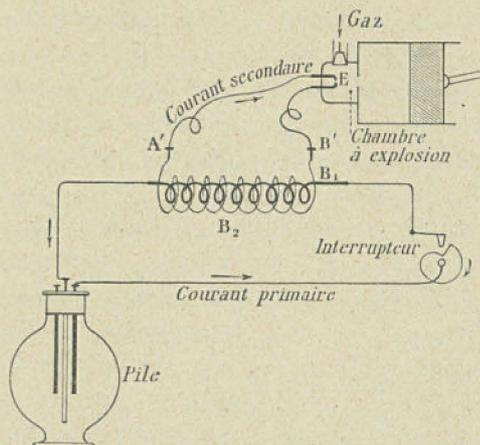

Fig. 42. — Principe de l'étincelle d'induction.
**Principe.** — Faisons passer le courant d'une pile ou d'un accumulateur dans une bobine à gros fil  $B_1$  (fig. 42) ; si nous interrompons ce courant par un procédé quelconque, une came par exemple, nous obtiendrons une étincelle. Cette étincelle, dite « étincelle de rupture », n'est ordinairement pas